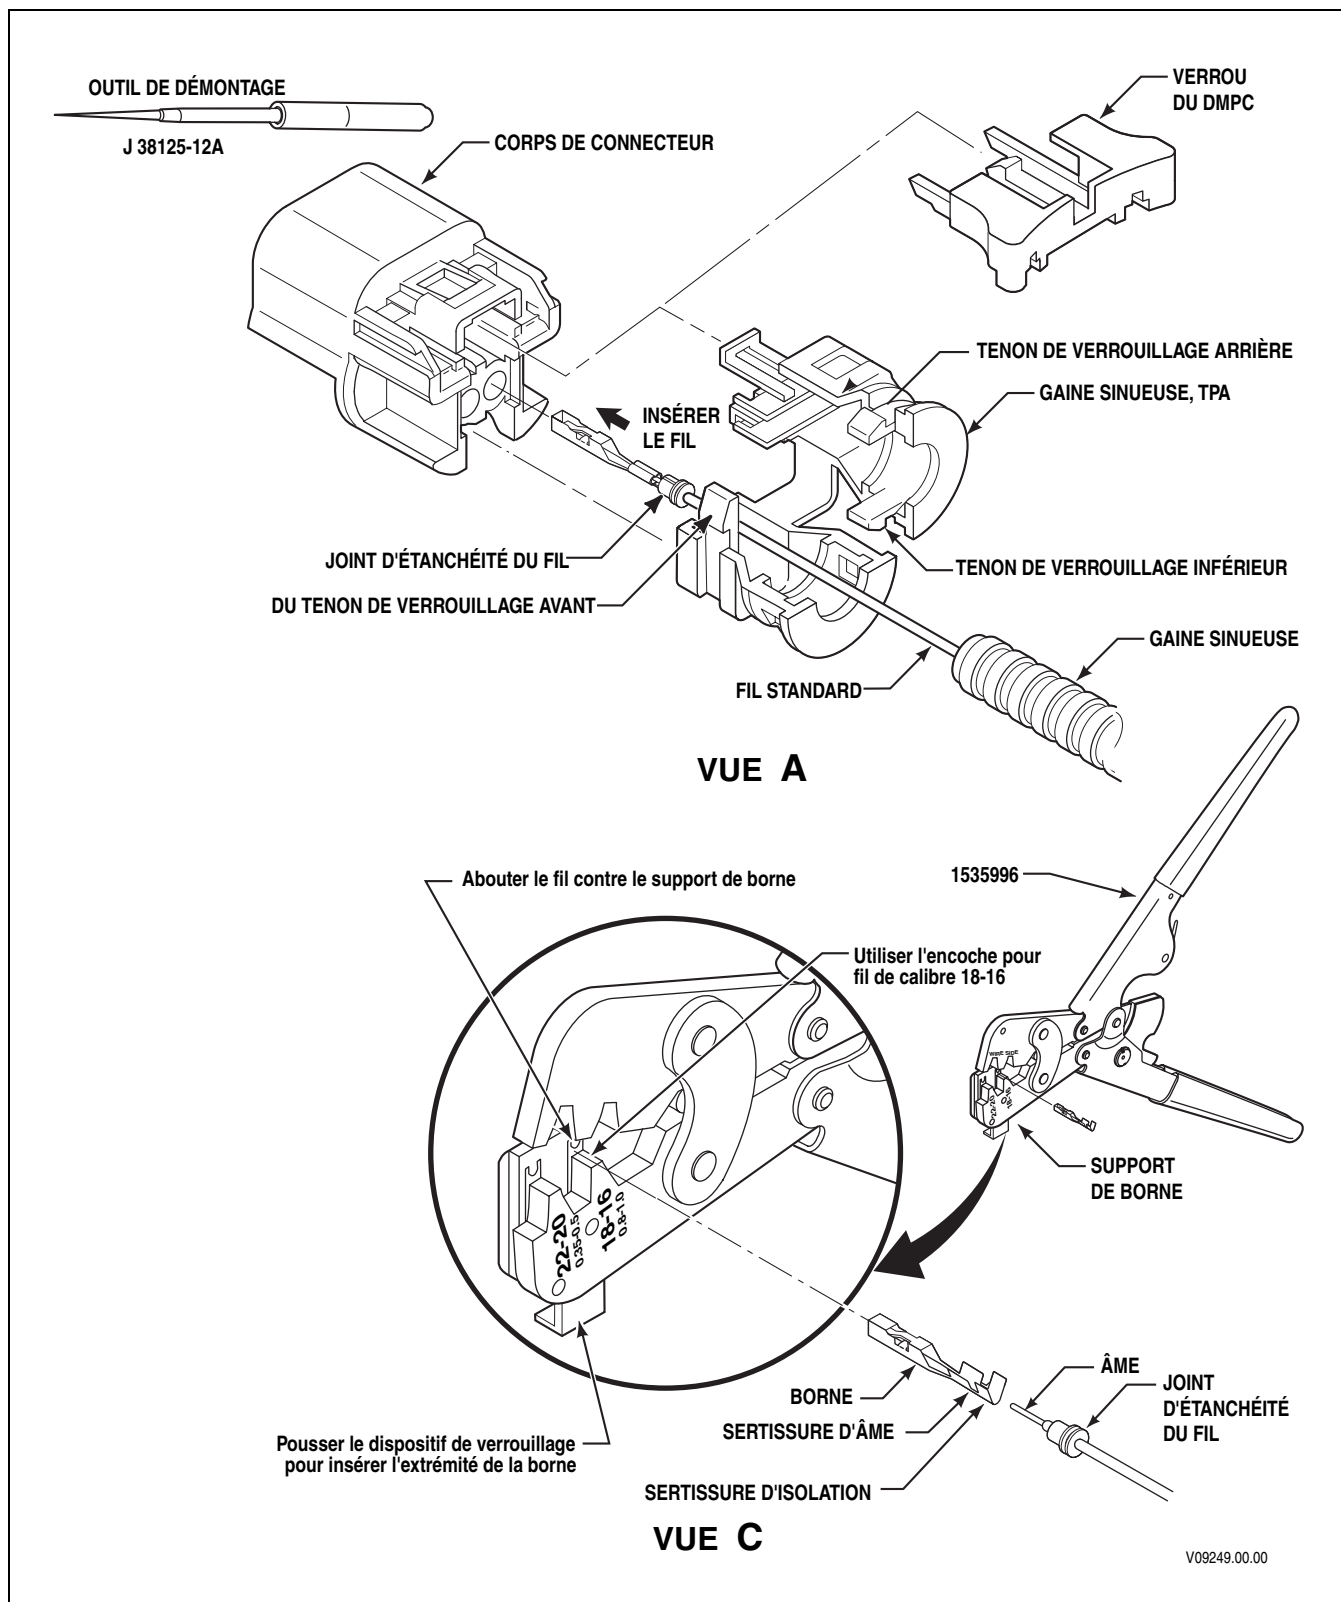

Figure E-5A. Connecteurs GT série 150 Delphi-Packard — À calage par poussée (capteurs de vitesse)
A. Réparation des connecteurs/bornes (voir les Figures E-5A et E-5B)